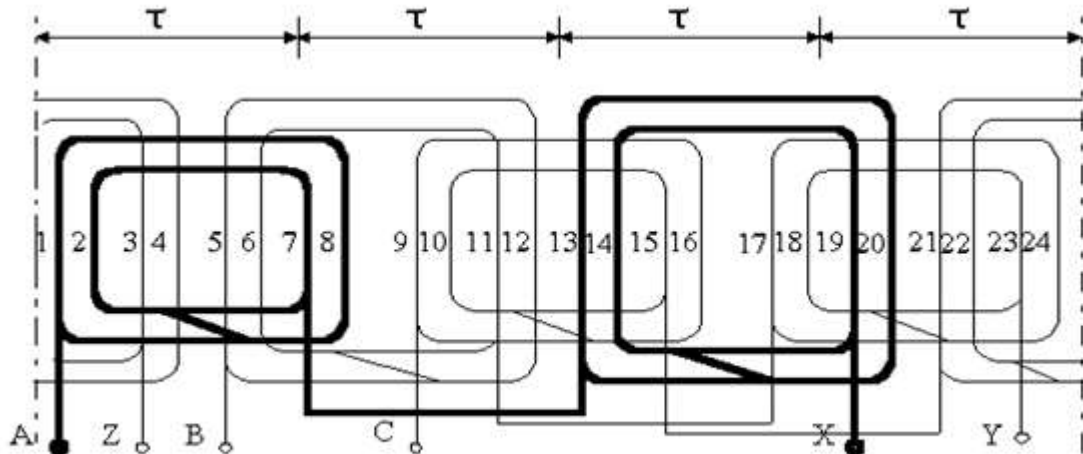

Рисунок 22. Схема однослойной обмотки
- 4) Строим схему обмотки (рис.22)